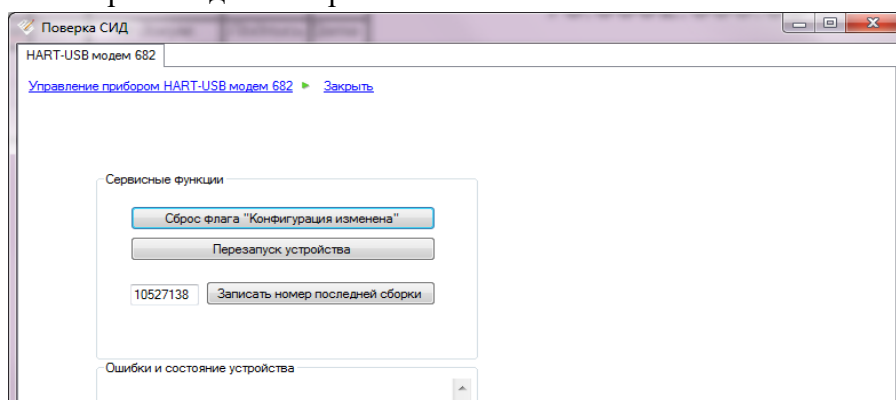

Рисунок 4.126 – Сервисные функции
- Сервисные функции (см. Рисунок 4.126).